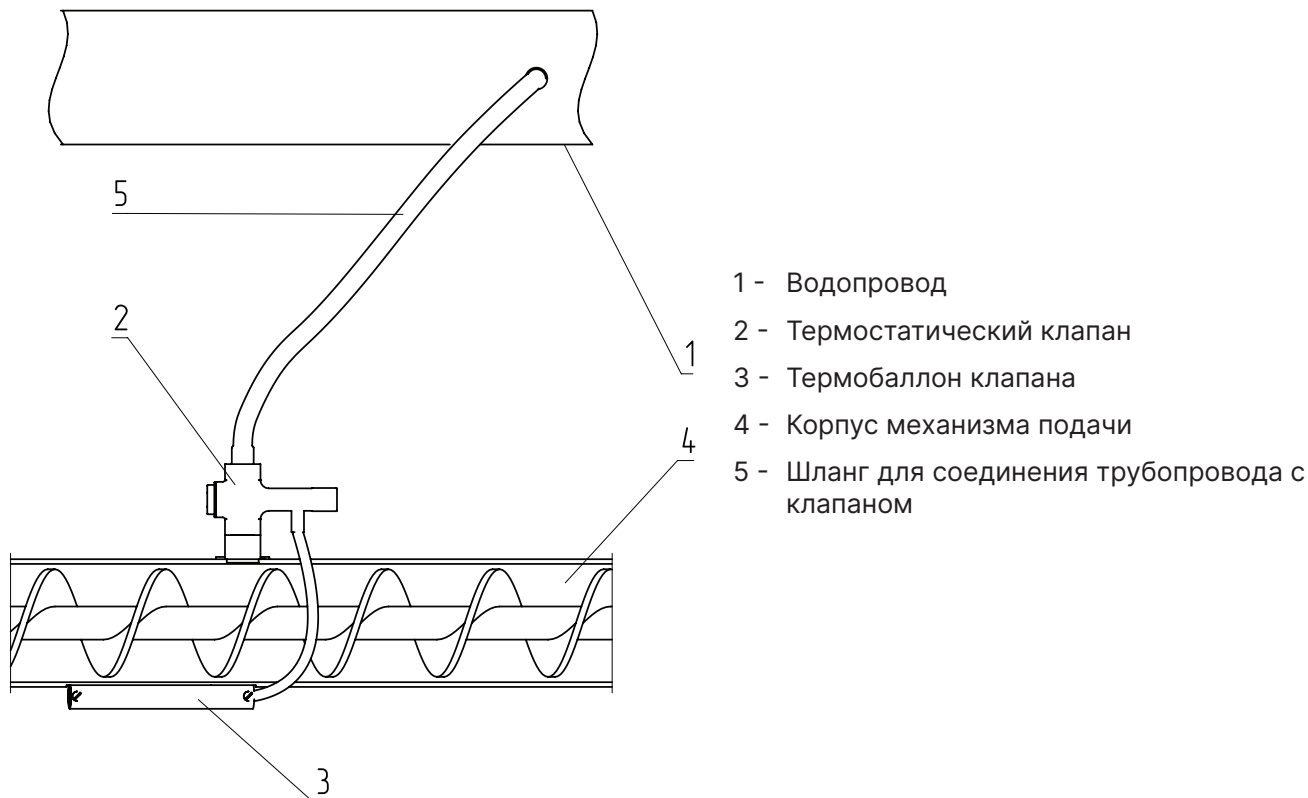

Рис.6 Система охлаждения топливопровода
- Для обеспечения полной пожарной безопасности рекомендуется устанавливать систему охлаждения топливопровода (доступно в качестве опции, см. **Рис.6**);
Внимание! Термобаллон клапана (Рис.6, поз.3) должен быть зафиксирован в гильзе двумя винтами.